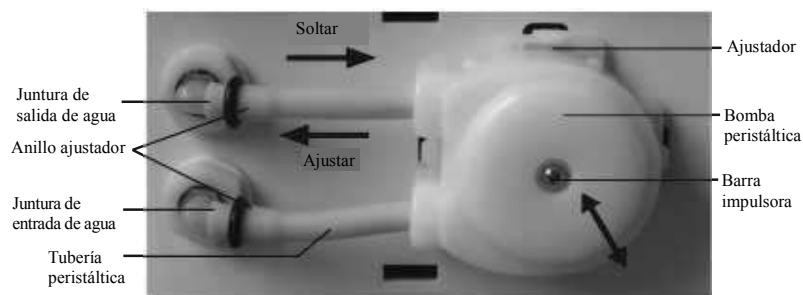

Figura 10
- Saque la bomba peristáltica de la barra impulsora, e instale una nueva bomba peristáltica en la misma posición. (Vea la Figura 10)
tuberías en las juntas de entrada y salida de agua. Empuje las anillas de ajuste hacia la mitad de las juntas de entrada y salida de agua. (Vea la Figura 10)